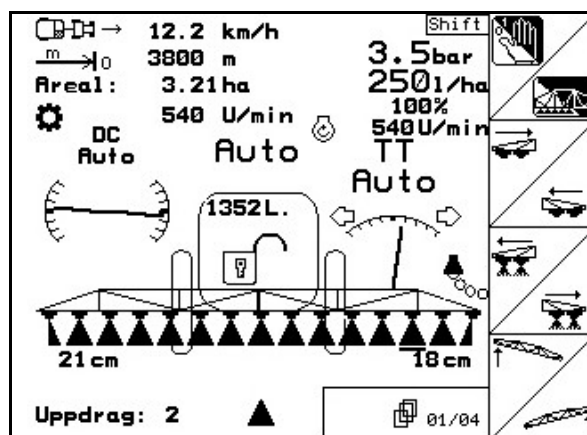

Fig. 145
- I Arbetsmenyn indikeras den inställda lutningen (Fig. 145/1) I exemplet är rampen upplyft på vänstersidan.